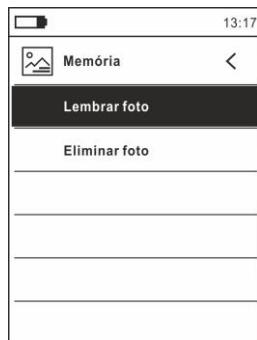

Fig. 17 Menu Memória
31. Usar os botões **▲** ou **▼** e os botões **☰** ou **▶** para a seleção da opção “Eliminar foto” (ver Fig.17). No display é apresentado o seguinte ecrã: